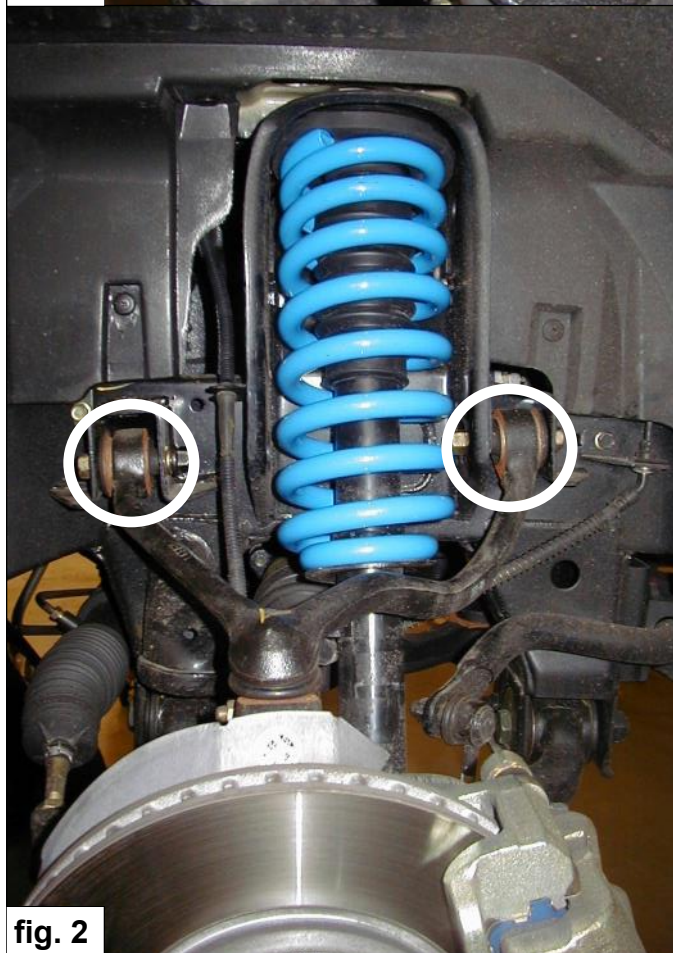

fig. 2
4. Demontieren Sie die Bolzen des Tragarms. Siehe Fig. 2.